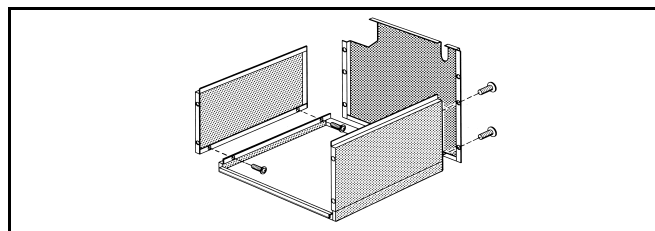

Fig. 21
- Mettere il coperchio sul pavimento, apporre le parti laterali destra e sinistra ed avvitarle con 2 viti autofilettanti per ciascuna (fig. 21).
- Appoggiare la parete posteriore alle parti laterali ed avvitarla con 2 viti per parte a destra e sinistra nella piegatura delle parti laterali (fig. 21).